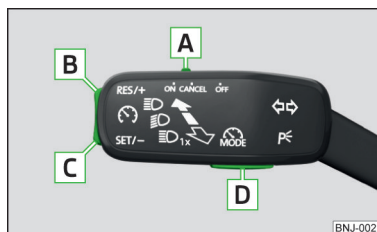

Fig. 218 Elemente de comandă a instalației de reglare a vitezei
Prezentare generală a elementelor de operare a GRA » fig. 218
- ▶ Prin apăsarea tastei **[D]** » fig. 218.
- Prin acționarea tastei **[D]** » fig. 218 în timpul reglării, aceasta se întrerupe și se dezactivează limitatorul de viteză.